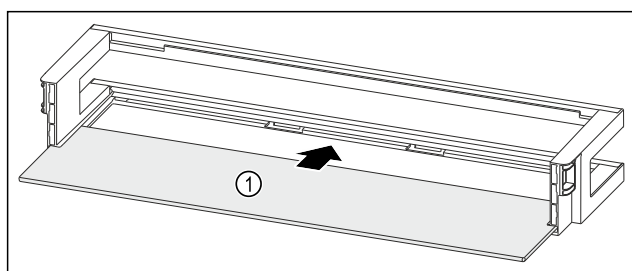

Fig. 204 Rafti i derës me raft mbajtës
- Futni raftin mbajtës Fig. 204 (1) në fole të anësore.